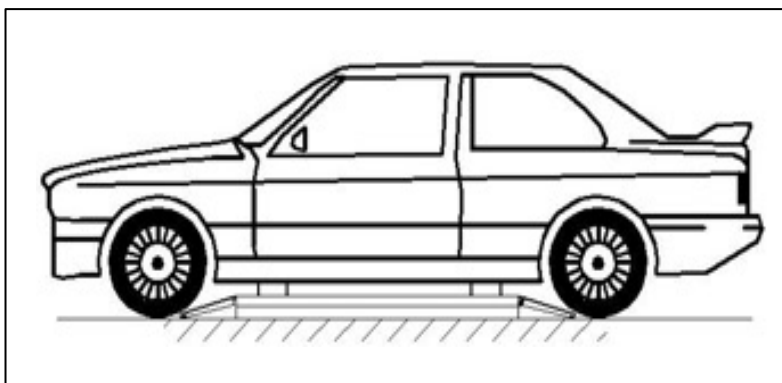

Figura 6
- Não entre nas áreas de perigo quando os veículos estiverem a ser levantados. (Figura 6)
Durante as operações de subida e descida, pessoal sair da área segurança sem seguir as regras e instruções. Durante as operações de subida e descida, não é permitido ficar debaixo das partes móveis do elevador, deve ficar na zona segurança. (Figura 6)